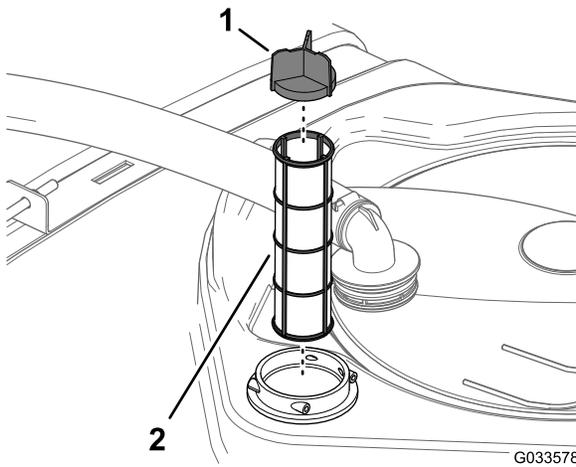

Figura 96
4. Retire el filtro de aspiración usado del alojamiento del filtro del depósito (Figura 96).